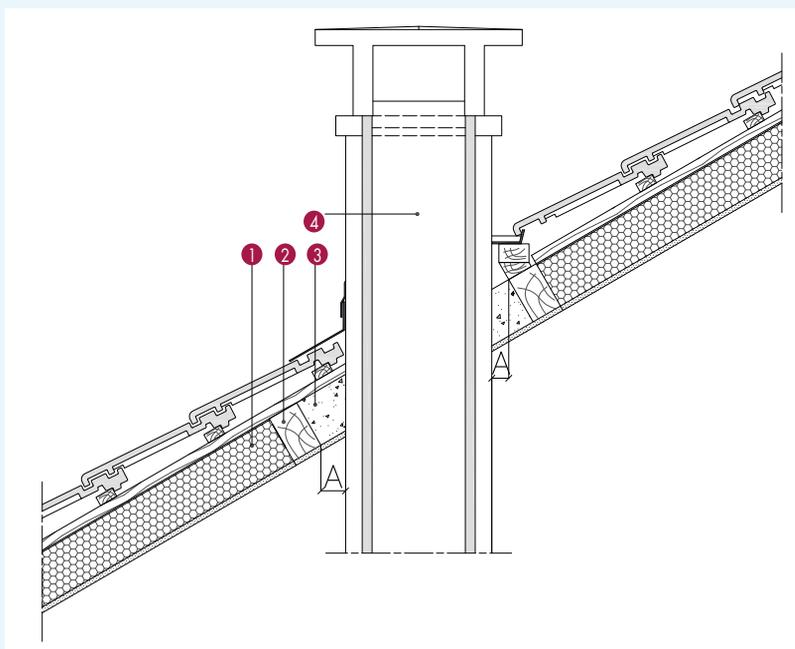

Fig. 24 : Souche de cheminée
6. Souche de cheminée (fig. 24)